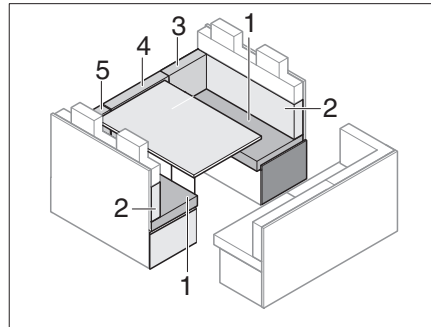

Fig. 197 Antes de la transformación
- Quitar el cojín del respaldo (Fig. 197,3,4 y 5) y ponerlo al lado.